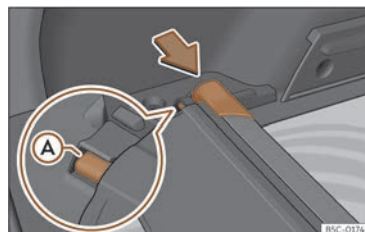

Fig. 178 Al maleters: allotjament per guardar la safata enrotllable.
- Premeu el capçal de la safata enrotllable en el sentit de la fletxa fins encaixar-lo en l'allotjament previst a tal efecte >>> **fig. 178**. Assegureu-vos que el patí (A) encaixa en el lloc corresponent.